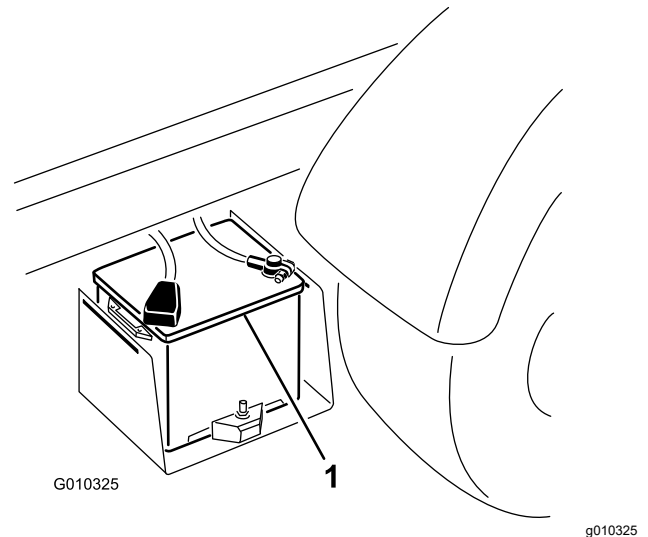

Figure 42
2. Connectez un câble de démarrage entre les bornes positives des 2 batteries (Figure 42).